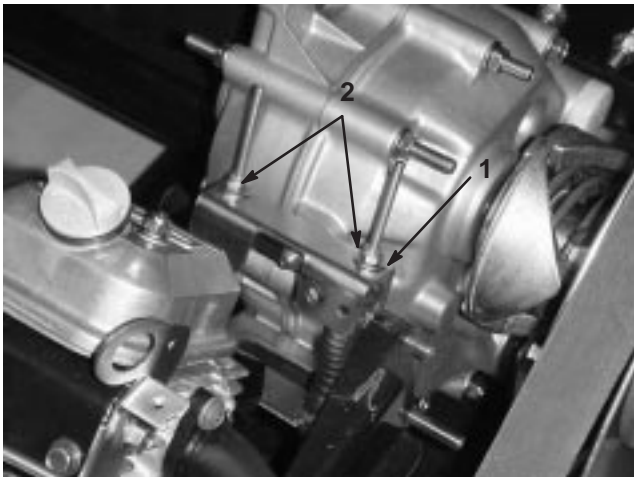

Bild 25
Wenn Sie regelmäßige Wartungsarbeiten und/oder eine Motordiagnostik durchführen, müssen Sie die Antriebsachse zunächst auf Neutral schalten (Bild 25). Der Schalthebel weist eine Neutralstellung auf, die den Leerlauf der Antriebsachse bestimmt. Treffen Sie die folgenden Maßnahmen, um sicherzustellen, dass der Schalthebel in der Neutralstellung die Antriebsachse auch richtig auf Neutral schaltet:
2. Achten Sie darauf, dass die Neutralhalterung in der Neutral-Stellung (Hebel) ist. Drehen Sie hierfür die Antriebskupplung (Bild 25). Das Fahrzeug sollte nicht vorwärts- oder rückwärtsrollen. Wenn sich das Fahrzeug bewegen lässt, schieben Sie die Neutralhalterung in die Neutral-Stellung.
3. Ziehen Sie eine der Sicherungsmutter (Bild 25) nur so weit fest, dass das Spiel aus dem Schaltzug entfernt wird.